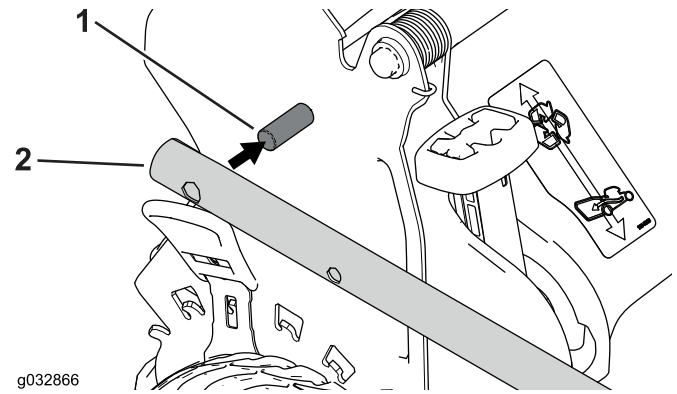

Bild 4
2. Bringen Sie die Griffenden auf dem Mähergehäuse so an, dass der Stift an jeder Griffhalterung in das untere Loch seines jeweiligen Griffendes eingesetzt wird. (**Bild 4**).